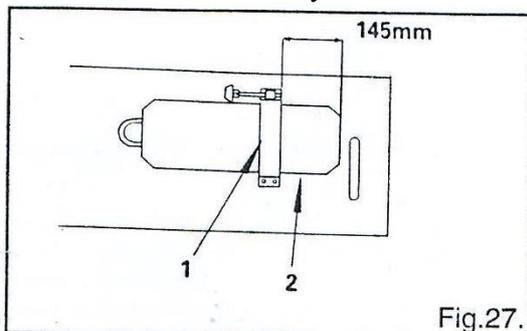

Fig.27.
23. Установка коленоподъемника (Рис. 27, 28, 29) (2053/53A/63)**ВНИМАНИЕ!**
1. Замечание: для вышивания горизонтальное расстояние можно регулировать в любых пределах между минимумом и максимумом, можно установить вертикальное расстояние на «0». Можно сконструировать и установить коленоподъемник таким образом, чтобы с его помощью управлять смещением иглы (Рис. 27, 29).